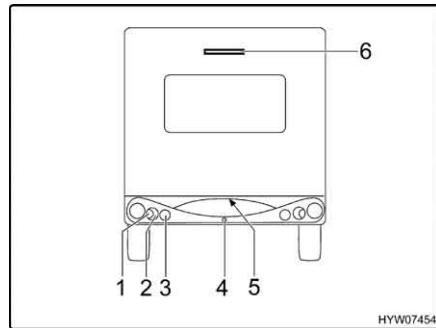
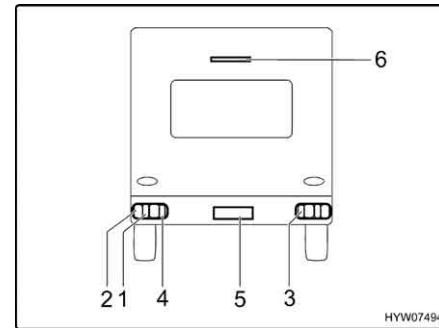

Fig. 144 Luci posteriori (Nova)
Fig. 145 Luci posteriori (Living)
- Svitare le viti degli involucri (Fig. 144,1 a 3 e 5 o Fig. 145,1 a 5).
La terza luce freno (Fig. 144,6 o Fig. 145,6) va sostituita assieme al suo involucro.
▷ Per sostituire la luce posteriore antinebbia (Fig. 144,4) rivolgersi ad un concessionario **HYMER** oppure ad un punto di assistenza **HYMER**.